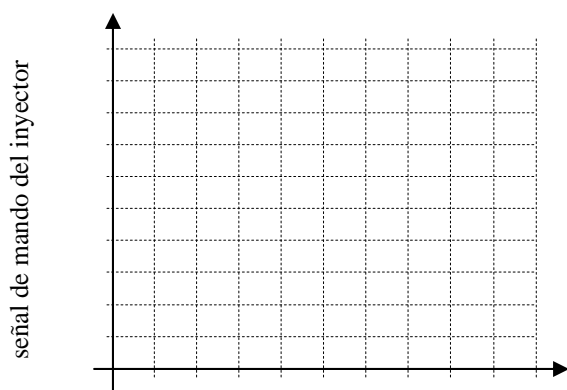

figura 01
- Poner en marcha el sistema para obtener la **señal de mando del calculador** sobre los inyectores, colocando un osciloscopio entre el terminal de masa del inyector y negativo de batería. Comprobar la señal sobre cada uno de los inyectores. Representa la señal de uno de ellos en el diagrama de la figura 01. Define sobre la señal los puntos más importantes.